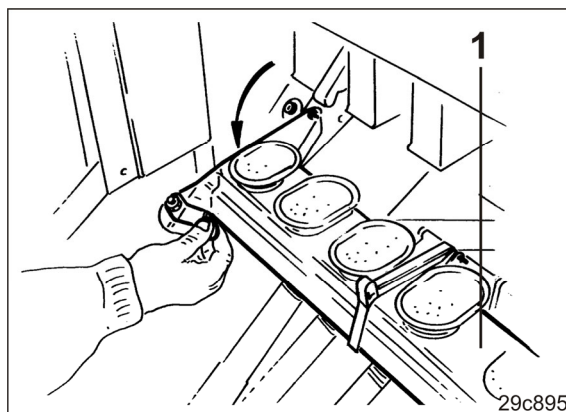

Fig. 76
3. Bajar el riel de embudos (Fig. 76/1).